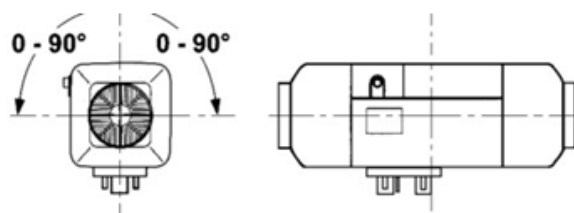

Рис.11
4.2.5 Направление установки нагревателя представлено на Рис. 11. Будьте внимательны, углы наклона (А для бензинового отопителя, В для дизельного отопителя) не должны превышать установленные пределы, указанные на рис.11, в противном случае это может повлиять на работу отопителя.